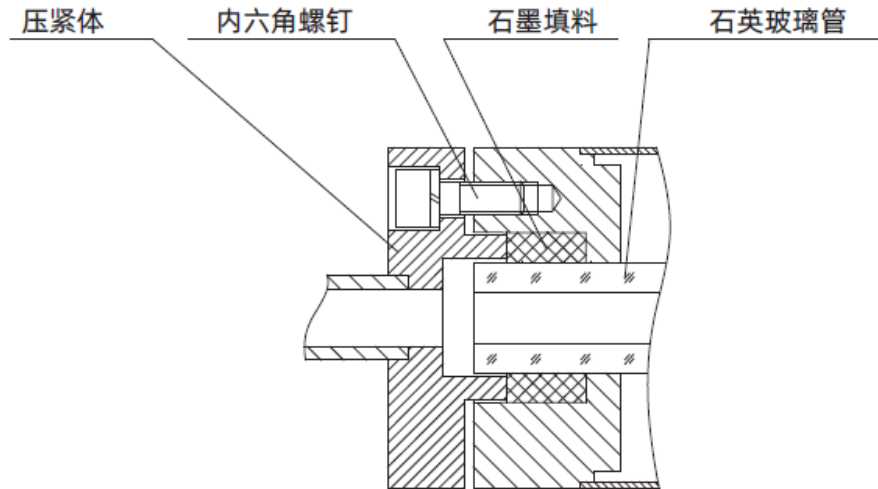

图 5 拆卸螺钉
9.2.1 关闭全部阀门（阀 1、阀 2、阀 3、阀 4），卸下排污丝堵，排污残余介质（见图 5）；